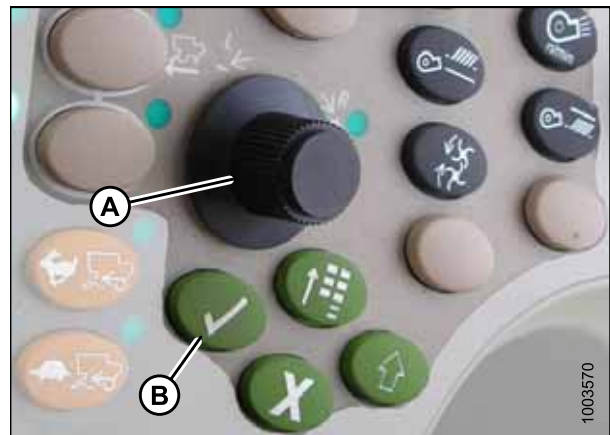

Figura 3.314: Consola de control de la cosechadora John Deere
7. Seleccione PLATAFORMA en el recuadro (A) al desplazarse hacia abajo hasta el recuadro con la perilla de desplazamiento, y luego presionar el botón de marca de verificación (la perilla y el botón se muestran en la Figura 3.314, página 212).
8. Desplácese hacia abajo al ícono inferior derecho que se asemeja a una flecha en un diamante (B) y presione el botón de marca de verificación para seleccionarlo.